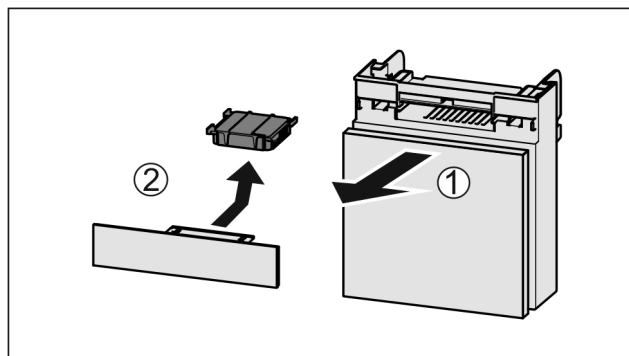

Fig. 152
- Zásuvku vytáhněte dopředu Fig. 152 (1).
- Filtr s aktivním uhlím vyjměte Fig. 152 (2).